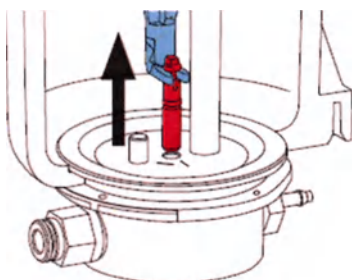

Рис.36
- Дозирующий ниппель вытянуть с помощью инструмента (рис.36)